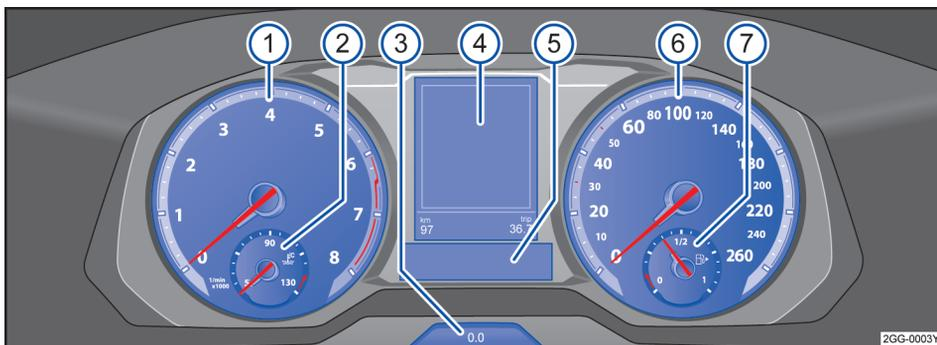

图 11 多功能组合仪表
关于多功能组合仪表的解释 → 图 11:
- 配备模拟组合仪表的车辆: 点按组合仪表中的 → 图 11③ 可将单程记录仪清零。